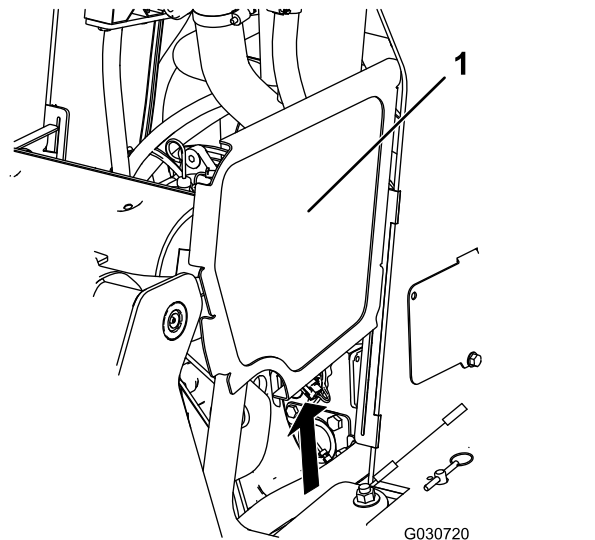

Bild 35
2. Schieben Sie die Seitengitter (Bild 35) nach oben und aus den Schlitten im vorderen Gitter und im Rahmen.